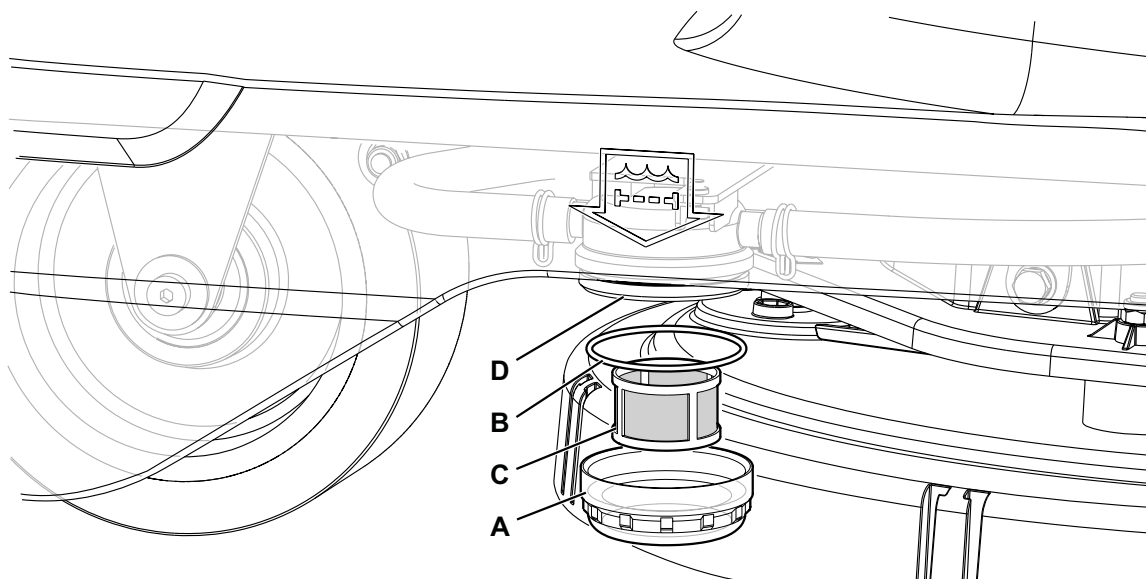

Figure 13
2. S'assurer que la machine est éteinte avec la clé opérateur (52) retirée.
3. Fermer le robinet de la solution détergente (9). Le robinet est fermé quand il se trouve dans la position (9-B) et ouvert quand il se trouve dans la position (9-A).
4. Dévisser le petit glas transparent (A, Fig. 13), récupérer le joint d'étanchéité (B), puis retirer le filet filtrant (C). Les laver et les rincer avec de l'eau, puis les réinstaller soigneusement sur le support filtre (D).